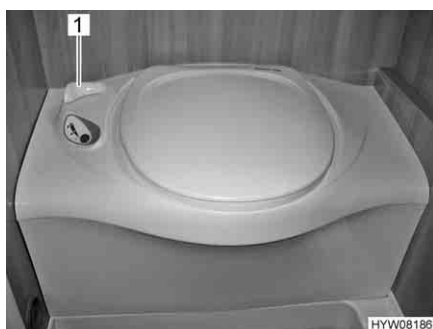

Fig. 202 Toilette Thetford
- Prima di tirare l'acqua, aprire il cursore della toilette Thetford. A tal fine ruotare la leva del cursore (Fig. 202,1) in senso antiorario.
- Dopo aver tirato l'acqua chiudere il cursore. Ruotare la leva del cursore (Fig. 202,1) in senso orario.